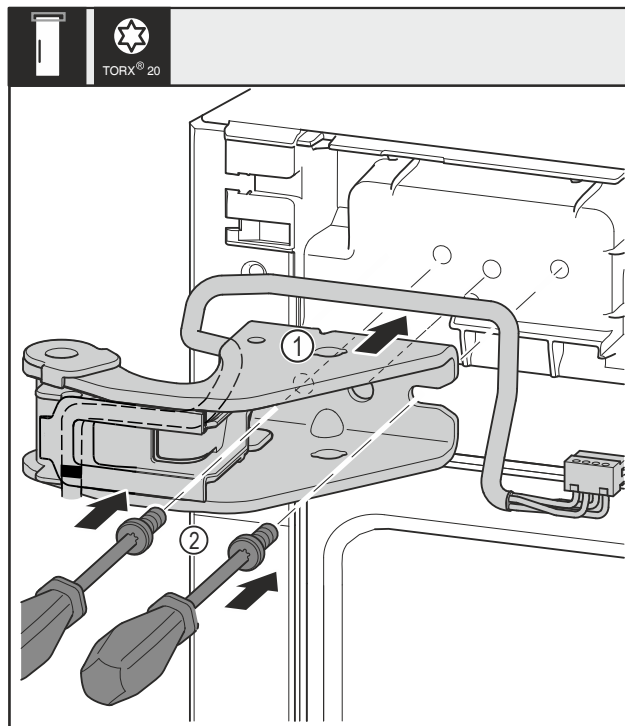

Fig. 32
- Coloque el soporte del cojinete superior Fig. 32 (1).
- Inserte y apriete los tornillos Fig. 32 (2) con un destornillador.